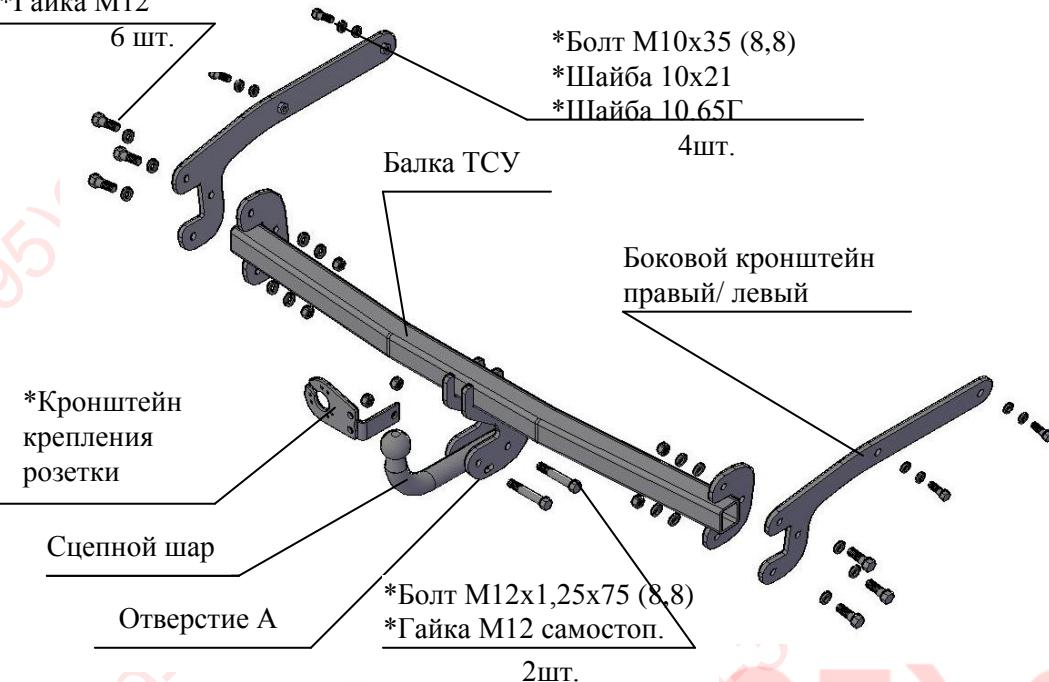

Рис.1 Тягово-сцепное устройство ТСУ 6015
2.1 ТСУ 6015 в сборе (рис.1)	1 шт.
2.2 Пакет с комплектующими (см. рис.1) Защитный колпак	1 шт.
4.3 Установить боковые кронштейны ТСУ (правый и левый соответственно рис.1) в лонжероны до совпадения положения приваренных гаек с отверстиями во внешних полках лонжеронов. Закрепить болтами M10x35, подложив под болты шайбы 10x21 и шайбы 10.65Г. Крепеж не затягивать.